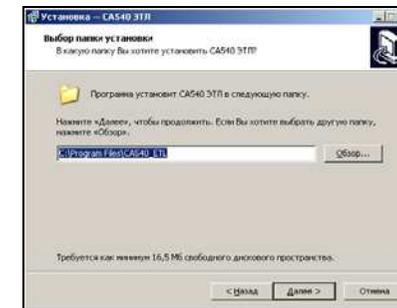

Рисунок 8.2
2) Определить место размещения ПО, для чего в окне (рисунок 8.2) следует либо согласиться с предлагаемой по умолчанию папкой C:\Program Files\CA540\_ETL, либо выбрать другой вариант, щелкнув по кнопке **Обзор**. Для продолжения выполнения установки программы щелкнуть по кнопке **Далее**.